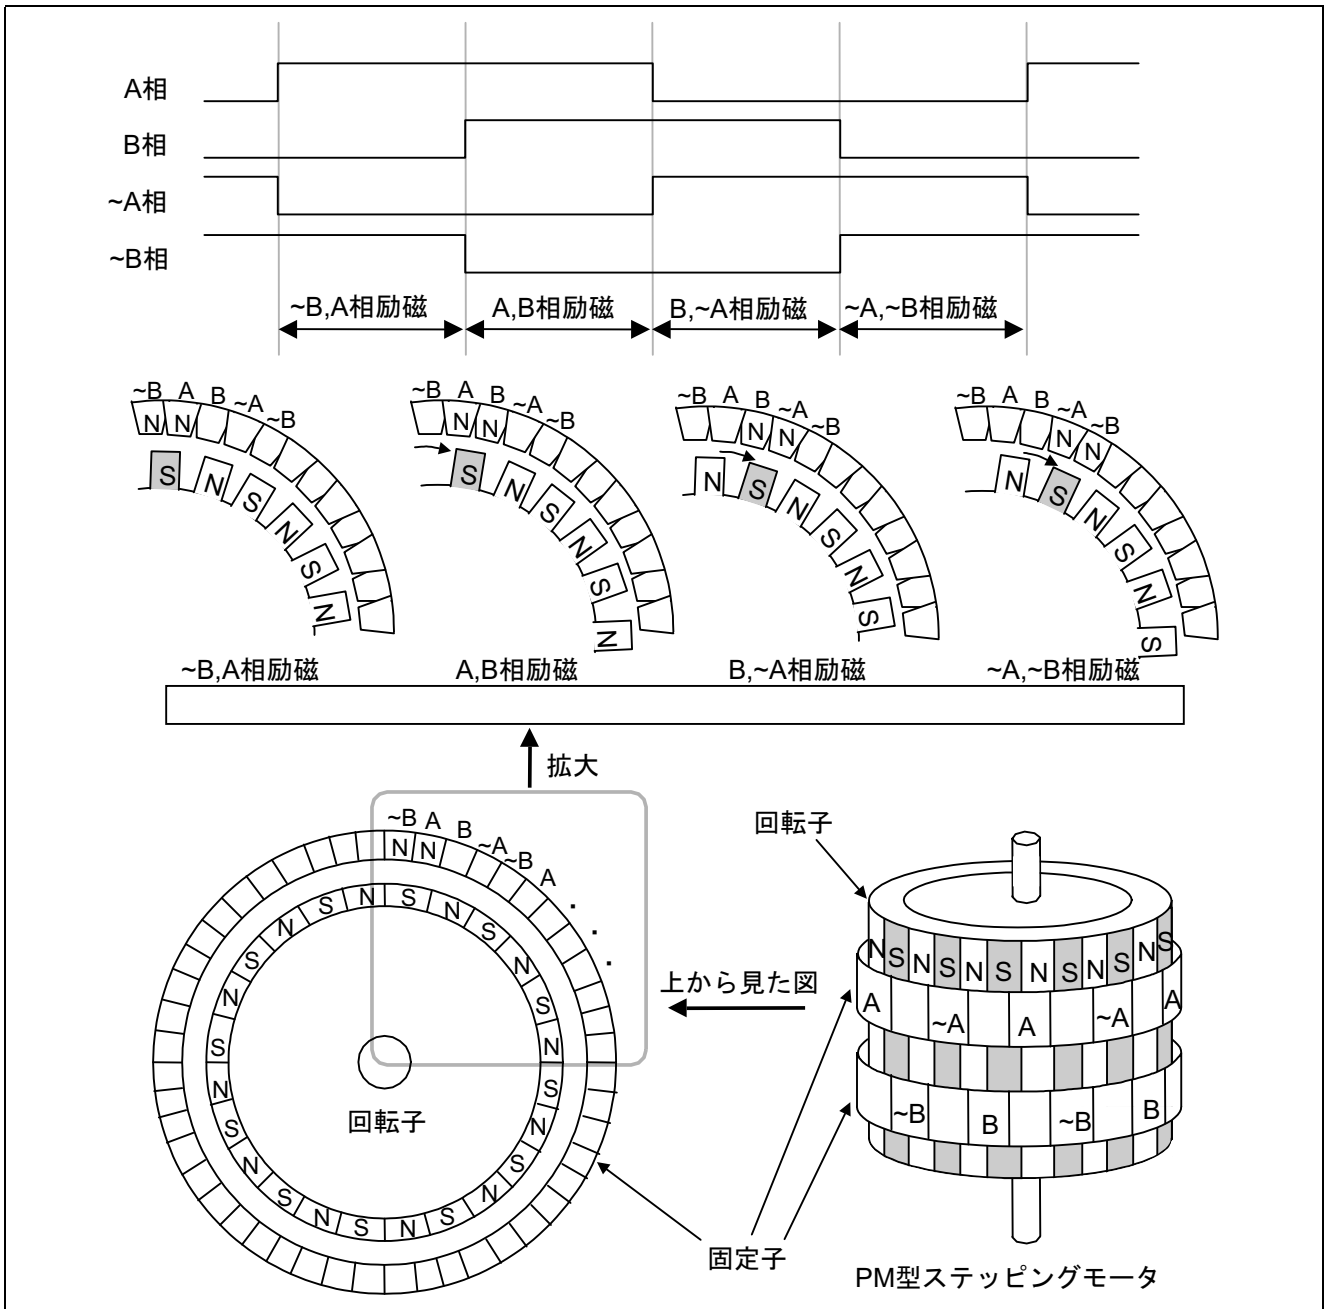

図5 ステッピングモータ動作例
3.1.1 ステップ角 7.5[deg./step]の 2 相ステッピングモータを 2 相励磁方式で動作させる例を図 5 に示します。動作概要は、以下の通りです。
- 図 5 のようにパルスが High のとき、対応する相を励磁します。